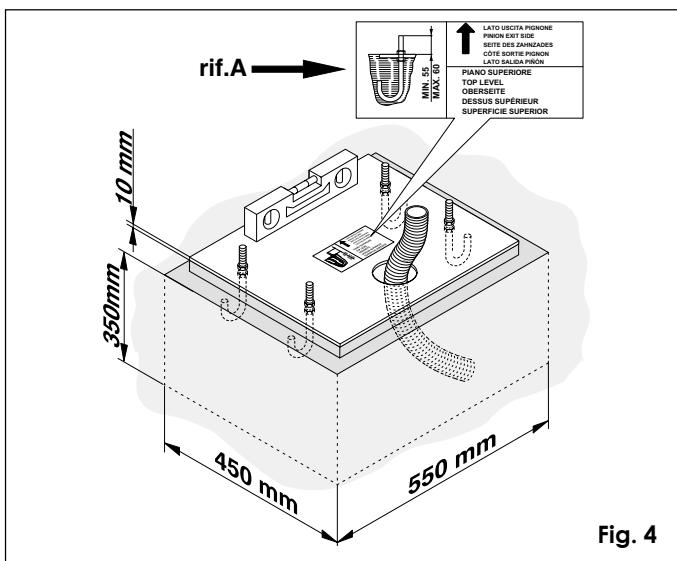

Fig. 4
- La piastra di fondazione deve essere posizionata come da fig. 4.
- Assemblare la piastra di fondazione come da fig. 4 rif. A.
- Eseguire un plinto di fondazione delle dimensioni indicate in fig. 4 e murare la piastra di fondazione prevedendo una o più guaine per il passaggio dei cavi elettrici. Verificare la perfetta orizzontalità della piastra con una livella. Attendere che il cemento faccia presa.